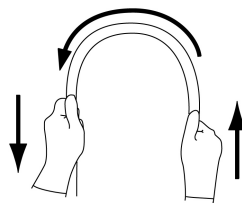

図2
4. 挿入部を両手で持ち、全長にわたって図2に示すように順次半円の頂点をずらすように曲げたときに、適切な軟らかさを有しており、軟らかさが不連続になっているなどの異常がないこと。